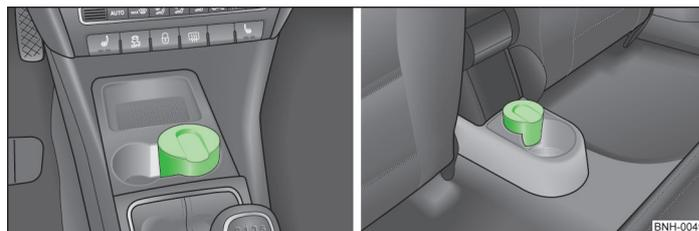

Fig. 45 Console centrale : Cendriers avant/arrière
- Sortez le cendrier » fig. 45 en tirant vers le haut.